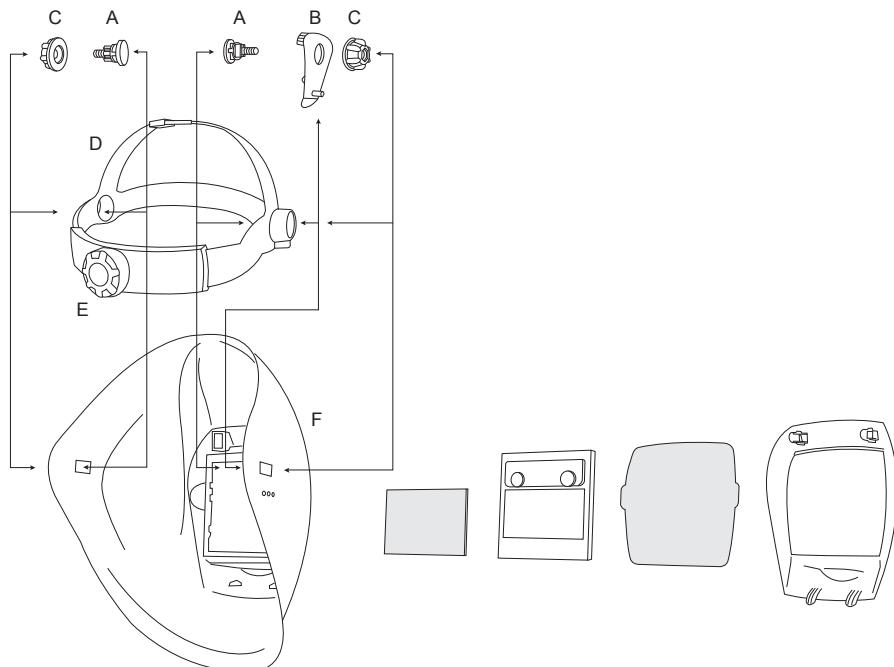

Figura 1
1. Inserire le viti (A) attraverso le aperture nel copricapo (D).
2. Inserire il copricapo (D) nella maschera (F) come mostrato in figura 1 e premere le viti (A) attraverso l'apertura rettangolare nella maschera.
3. Collegare il regolatore dell'inclinazione (B) sul lato destro fra la vite (A) e la maschera (F). Assicurarsi che il piccolo perno si inserisca e blocchi in uno dei tre fori presenti nella maschera. Scegliere il foro adatto per garantire il massimo comfort.
4. Stringere i dadi (C) sulle viti (A). Prima di stringerli completamente, con l'aiuto delle aperture rettangolari, che permettono di muovere il copricapo avanti e indietro, collocare il copricapo alla distanza più comoda dal filtro.
5. Il copricapo (D) può essere regolato adattandolo alla misura della testa ruotando la manopola posteriore (E). Premere la manopola e contemporaneamente ruotarla. Raggiunta la posizione desiderata, rilasciare la manopola e il copricapo sarà impostato nella posizione desiderata.